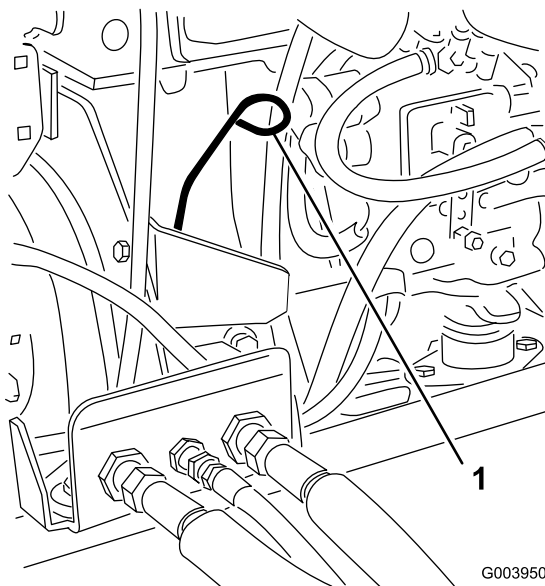

Рисунок 33
3. Извлеките измерительный щуп, тщательно протрите и снова вставьте его (Рисунок 33).